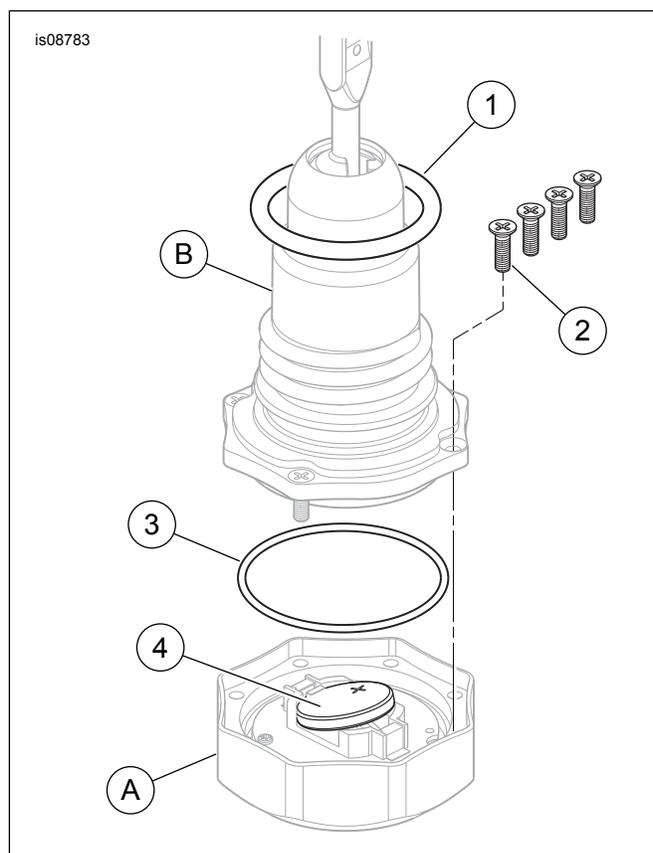

Рисунок 3. Комплект для сервисного обслуживания щупа
Для некоторых моделей предусмотрен комплект для сервисного обслуживания щупа (номер по каталогу 91800066), содержащий уплотнительные кольца, винты и сменный аккумулятор CR 2032 (см. Таблица 1 и Рисунок 3).
См. Рисунок 3 . При разъединении верхней части корпуса с дисплеем (А) и нижней части щупа (В) соблюдайте осторожность.
- Для некоторых моделей необходимо приобрести комплект для сервисного обслуживания щупа (номер по каталогу 9180066), имеющийся в наличии у дилеров Harley-Davidson. В этот комплект входят уплотнительные кольца, винты и сменный аккумулятор CR 2032 (см. Рисунок 3 и Таблица 1 ).
См. Рисунок 3 . Перед разборкой пометьте верхнюю часть корпуса с дисплеем (А) и нижнюю часть щупа (В), чтобы затем соединить их с таким же расположением вращения относительно друг друга. При разъединении двух частей соблюдайте осторожность.